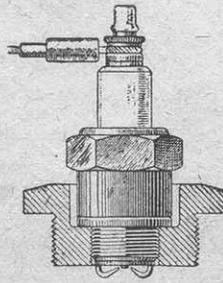

Рис. 249. Правильная посадка свечи. В камеру сгорания выступают только одни электроды.
2. Корпус свечи приходится заподлицо с внутренней стенкой цилиндра (рис. 249).